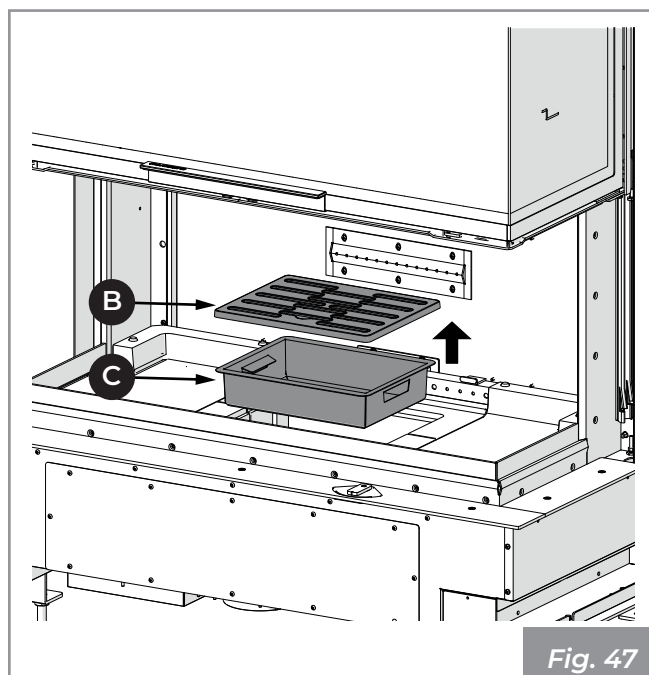

Fig. 47
- 2) Sollevare ed estrarre la griglia (B) e il cassetto cenere (C) (Fig. 47).